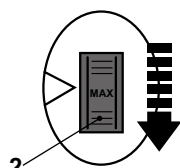

Fig. 7
- > Tournez le bouton (2) vers l'arrière (c.à.d. vers vous) pour augmenter la vitesse maximale (fig. 7). Une vitesse rapide convient pour le ponçage avec une bande de grain fin, ce qui permet d'obtenir une meilleure finition.